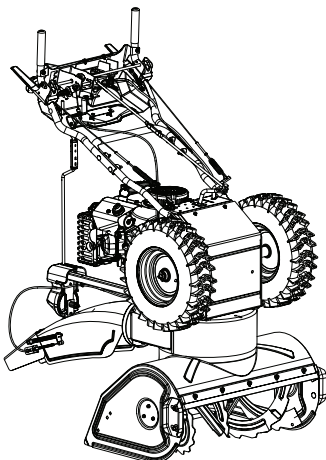

Bild 15
Se Bild 15.
1. Placera enheten i serviceläge. Se Bild 15.
1. Placera maskinen i serviceläge. Se Bild 15.